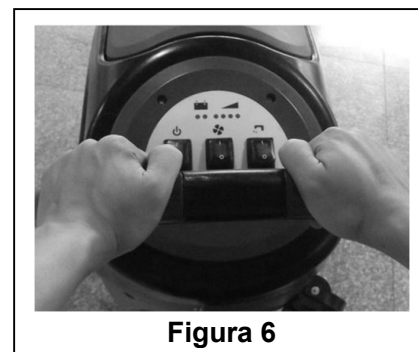

Figura 6
Após experiência, o método de mover a máquina como mostrado na Figura 6 à direita é mais adequado, os utilizadores estão mais confortáveis nas mãos, e reduz a fadiga de trabalho. Por isso, recomendamos que os utilizadores movam a máquina seguindo este método.
- Segure o interruptor de segurança (1) (de acordo com a **Figura 6**), empurre para mover a máquina e inicie a limpeza.